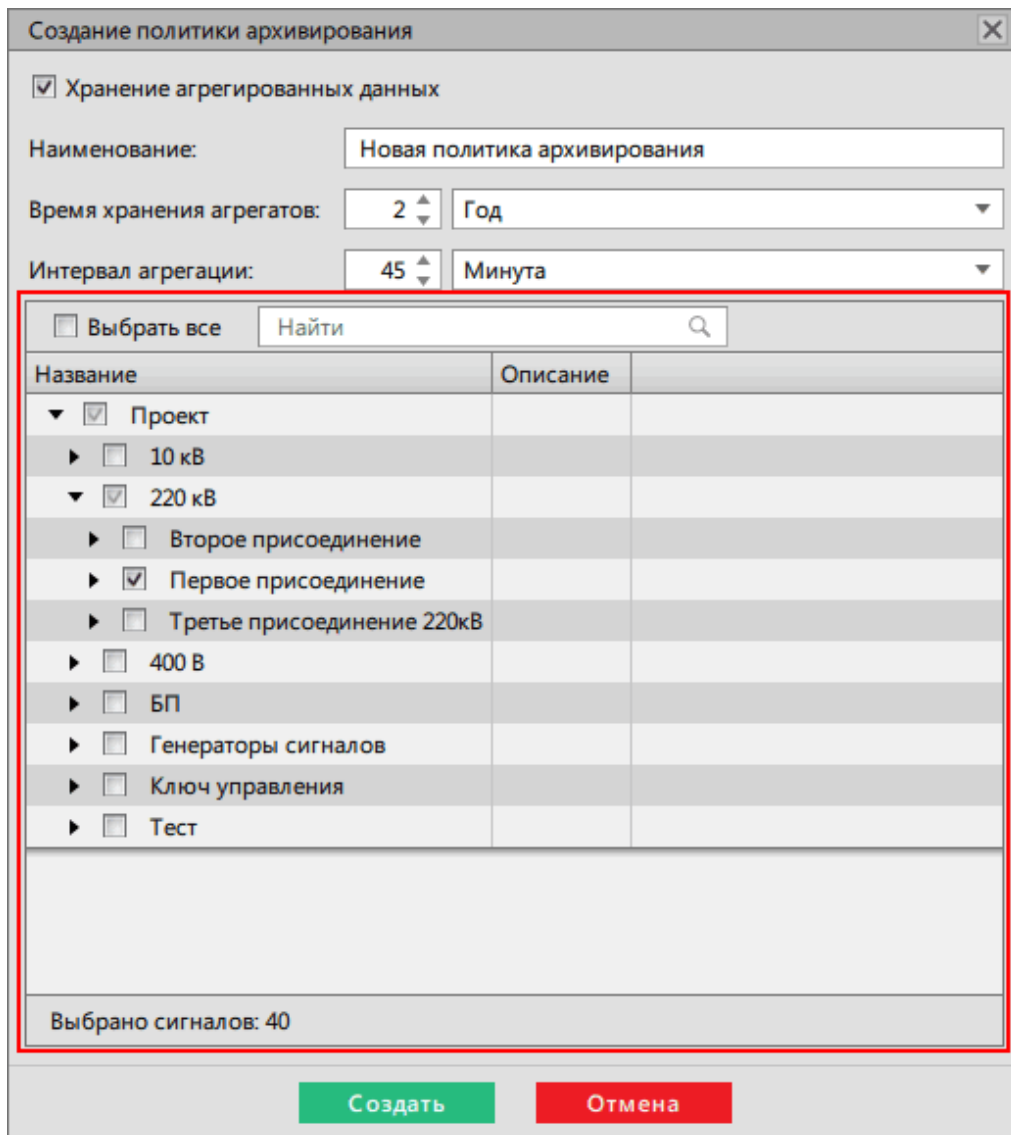

Рисунок 279 - Дерево проекта
5. Выберите сигналы из дерева проекта (Рисунок 279).